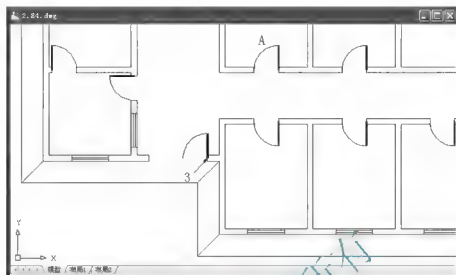

图 2.84 复制门扇
(1) 用【复制】命令将 1000mm 宽的 A 门复制到出入口大门洞口处, 如图 2.84 所示。
(2) 由于出入口处每扇门的宽度为 600mm, 所以需要把刚才复制生成的门扇缩小成 600mm。
① 单击【修改】工具栏上的【比例】图标  或在命令行输入“Sc”并按 Enter 键, 启动【比例】命令。
② 在选择对象: 提示下, 选择出入口处的门, 此时该门变虚, 按 Enter 键进入下一步命令。
③ 在指定基点: 提示下, 选择图 2.84 中的 3 点作为缩放的基点。
④ 在指定比例因子或 [复制(C)/参照(R)] <1.0000>: 提示下, 输入“0.6” (比例=新尺寸/旧尺寸=600/1000=0.6) 后按 Enter 键。
⑤ 按 Enter 键结束命令, 则该门大小由 1000mm 变为 600mm。